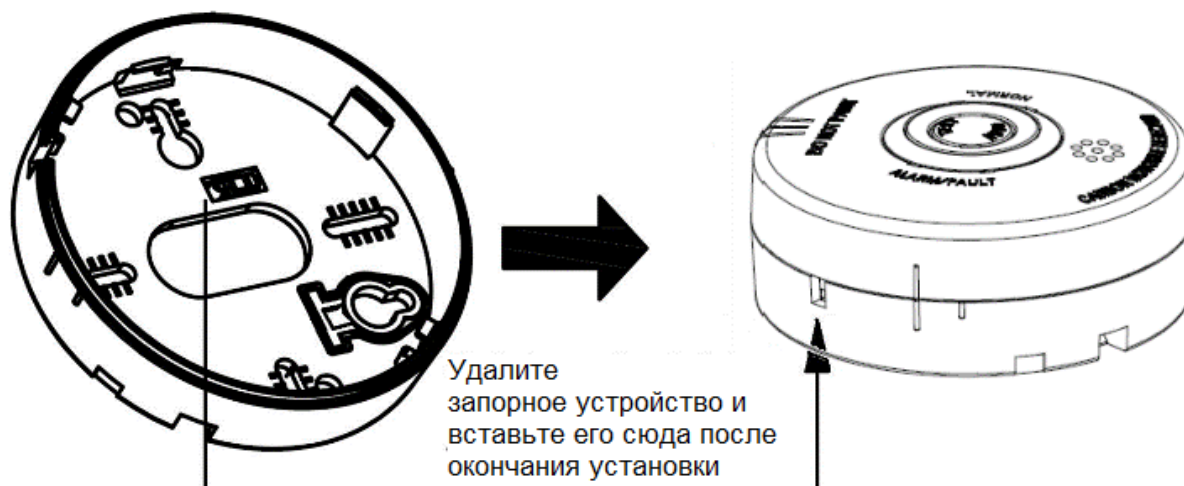

Рисунок 2.2.4.7
8) Снимите противосъемную защелку, и после установки извещателя её следует вставить, как показано на рис. 2.2.4.7. Это зафиксирует головку извещателя на основании, чтобы предотвратить снятие извещателя без инструмента.